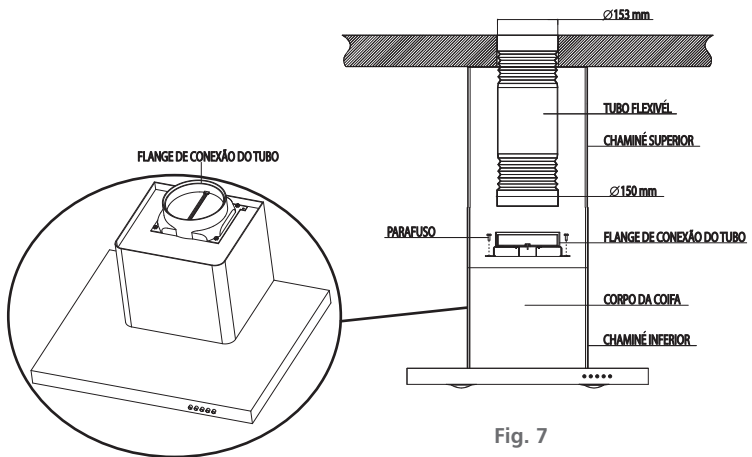

Fig. 7
- Fixar a flange de conexão do tubo na parte superior do corpo da coifa, com os 4 parafusos que acompanham o produto, após encaixar o tubo flexível na flange [$\varnothing 150$ mm do tubo], pressionar até o seu perfeito encaixe [Fig.7].